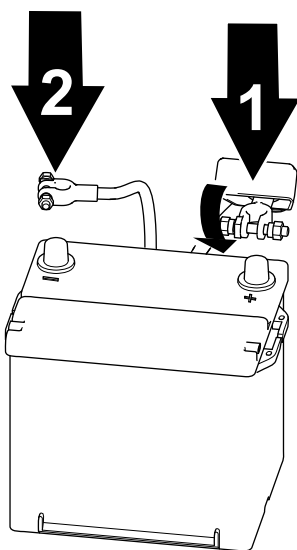

図 60
1. プラス+ケーブルをバッテリーに接続し、クランプナットで接続する 図 60。
2. マイナスケーブルをバッテリーに接続し、クランプナットで接続する 図 60。